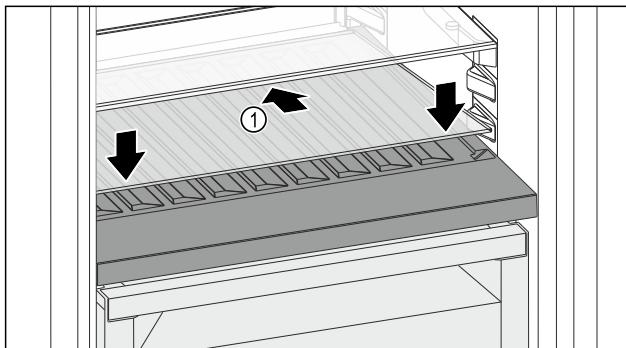

Fig. 146
- ▶ Placer la plaque de verre Fig. 146 (1) en biais et inclinée vers le bas.
- ▶ Abaisser l'avant de la plaque de verre Fig. 146 (1).